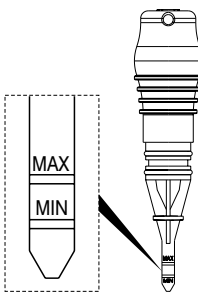

FIGURA 9 - MEDIDOR DEL NIVEL DE ACEITE
3. Mantenga siempre el nivel de aceite entre las marcas "MAX" y "MIN" de la varilla (medidor) de nivel de aceite (Figura 9 - vea página 13).
- Verifique nivel de aceite (Figura 9).